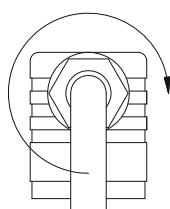

Abb. 11
- ⇒ Drücken Sie das Innenteil ⑧ bis zum Einrasten in die Leitungsdose ②.
- ⇒ Stecken Sie die Zentralschraube ⑥ in die Leitungsdose ② und ziehen Sie die Kabelverschraubung ⑤ an (→ Abb. 11).